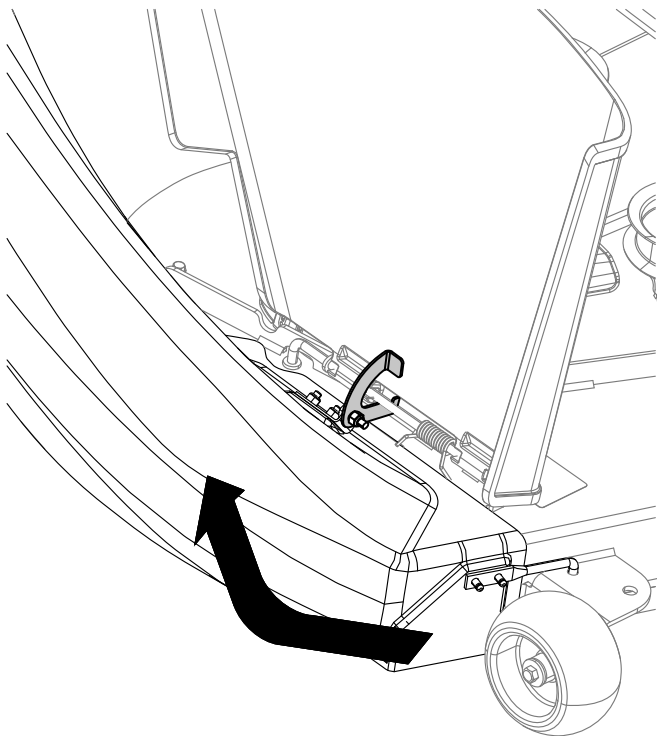

Bild 17
3. Auf der Oberseite des Auswurfkanals die hakenförmige Verriegelung um die Gelenkstange des Ablenkblechs einrasten und die Stange in das Loch auf dem Mähwerk einsetzen (Bild 17).